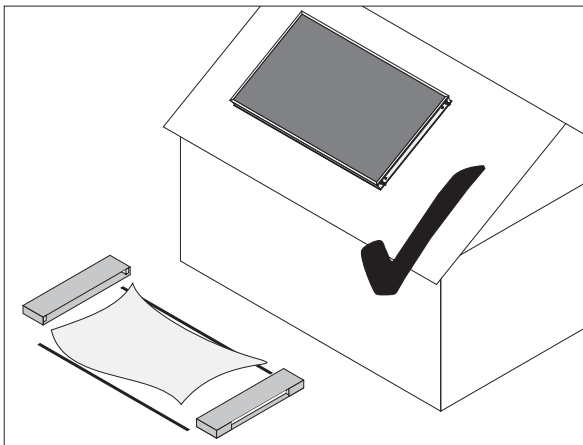

Abb. 4 Kollektor nicht mit Folie auf dem Dach montieren.
Der Kollektor ist für den Einsatz in thermischen Solaranlagen für die Warmwasserbereitung und die Heizungsunterstützung vorgesehen. Als Betriebsmedium ist Wasser (Achtung Frostgefahr!) oder ein Wasser-Glykolgemisch in einem geschlossenen Kreislauf zu verwenden. Betriebsbedingungen, die zu einer längerfristigen Unterschreitung des Taupunktes im Kollektor führen, sind nicht zugelassen. Dies kann z.B. der Fall sein, wenn Kollektoren unmittelbar in den Solekreislauf einer Wärmepumpe eingebunden werden. Kollektoren dürfen nicht mit Schutzfolie montiert werden (vgl. Abb. 4).
- Kollektoren dürfen nicht mit Schutzfolie montiert werden (s. Abb. 4).